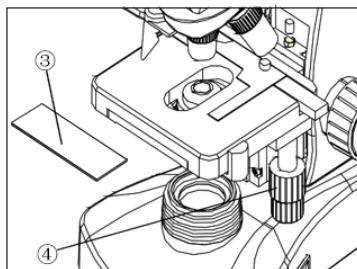

Fig.17
3.2.2 Colocación de la muestra (Fig.17)